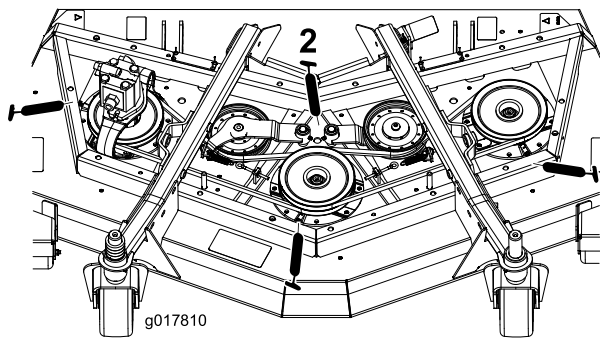

Рисунок 39
- Подшипники валов шпинделей (3 шт.), расположенные под шкивом (Рисунок 39)
- Втулки осей поворота рычагов натяжных шкивов (2 шт.) (Рисунок 39)